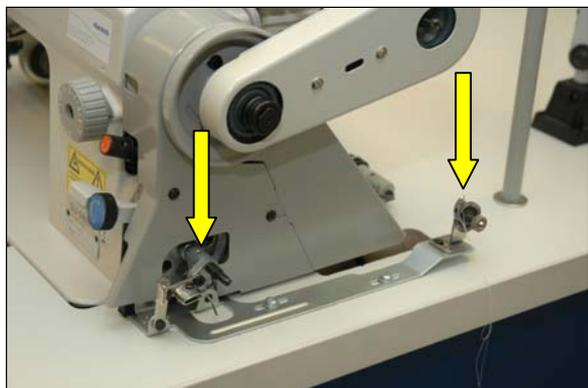

Figure 32 Dispositif d'embobinage de la CCP-2300
Pendant la couture des rideaux, des bobines vides peuvent être embobinées automatiquement à l'aide du dispositif d'embobinage à droite de la machine (Figure 32), pour qu'il y ait toujours une bobine remplie.
- ▶ Glisser une bobine vide sur la goupille d'embobinage (voir la flèche gauche dans Figure 32).
- ▶ Passer le fil depuis le côté machine à travers l'oeillet du réglage de la tension (voir flèche droite dans Figure 32 ainsi que la photo détaillée de Figure 33).